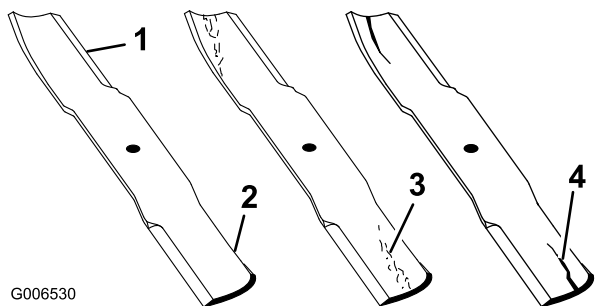

Figura 41
1. Inspeccione los filos de corte (Figura 41).
2. Inspeccione las cuchillas, especialmente la parte curva (Figura 41).
**Nota:** Si observa daños, desgaste o la formación de una ranura en esta zona (elemento 3 en la Figura 41), instale inmediatamente una cuchilla nueva.